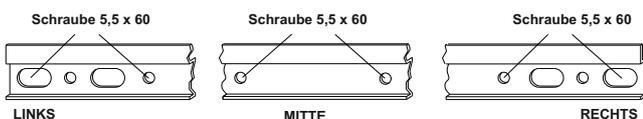

Abb. 3
3. Öffnen Sie die hintere Klappe des Kabelkanals und schieben das Möbel an die Wand. Rechts und Links sind an den Innenseiten der Außenseiten die Kippsicherungsbeschläge montiert. Drücken Sie die Gewindeschraube des Beschlags nach unten und schieben das Möbel dicht an die Wand. Lösen Sie anschließend den Druck auf die Schraube, sodass der Kopf der Schraube unter die Aufhängeschiene zurück springt. (Abb.3)
- Nach der „Vor“ Montage der Metallträger schieben Sie das Möbel auf die Träger. (Abb.3)